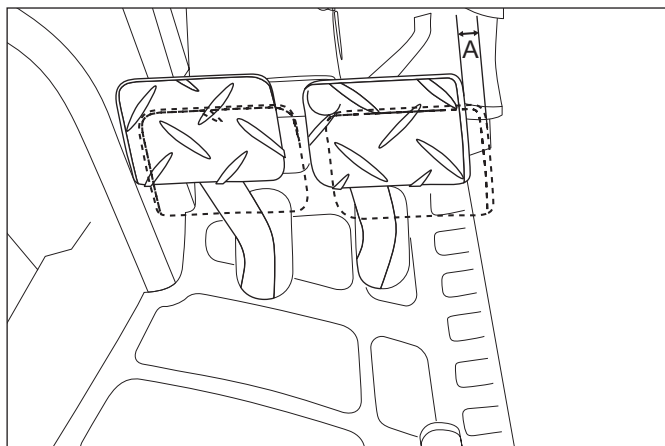

ABB. 150 (Mechanisches Getriebe)
ABB. 150 UND 151: Gegebenenfalls die Verzahnungsplatte von den Bremspedalen lösen und das Spiel der einzelnen Pedale prüfen. Das korrekte Spiel (A) der einzelnen Bremspedale beträgt 40 bis 50 mm.